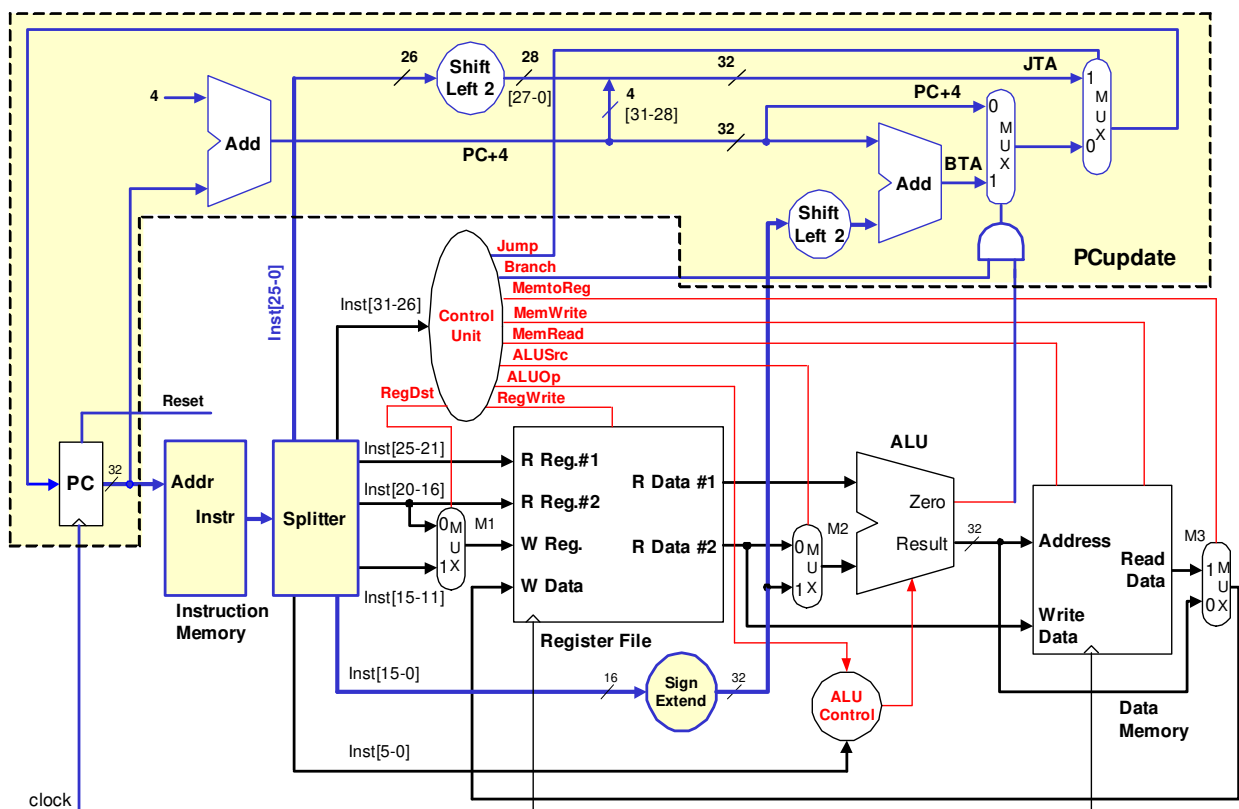
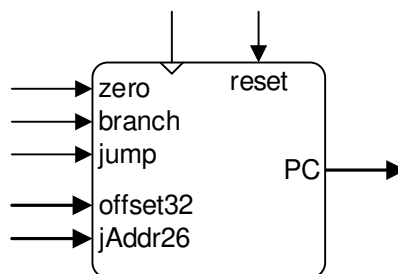

Figura 1. *Datapath single-cycle* com os módulos a implementar nesta aula desenhados com fundo colorido e as ligações a azul.
Figura 2. Módulo de atualização do PC.
O módulo que se pretende implementar está representado na Figura 2 e tem como objetivo a atualização do registo *Program Counter* (PC) em função de um conjunto de sinais provenientes da unidade de controlo. Este módulo deve apresentar o mesmo comportamento lógico que o conjunto de blocos representado na Figura 1 na zona sombreada (delimitada pela linha tracejada). Recorde-se que o registo *Program Counter* fornece o endereço da instrução a ser lida da memória de instruções (memória ROM).